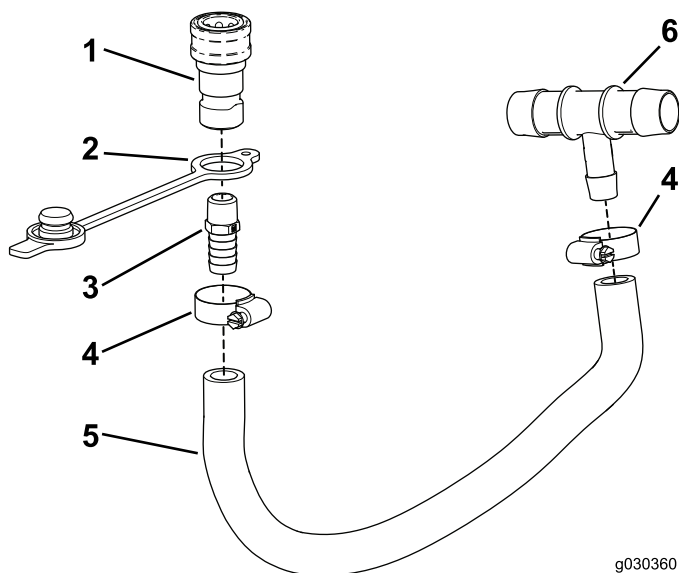

Figura 32
2. Enrosque el acoplamiento recto (espiga de 3/8" NPT x 0,625") al acoplador hembra (Figura 32).
4. Coloque el tapón guardapolvo sobre el extremo punzante del conjunto (Figura 32).
6. Inserte la espiga del conjunto en la manguera y fíjelo con la abrazadera de la manguera (Figura 32).
7. Inserte la espiga del acoplamiento en T en la manguera y fíjelo con la abrazadera de la manguera (Figura 32).